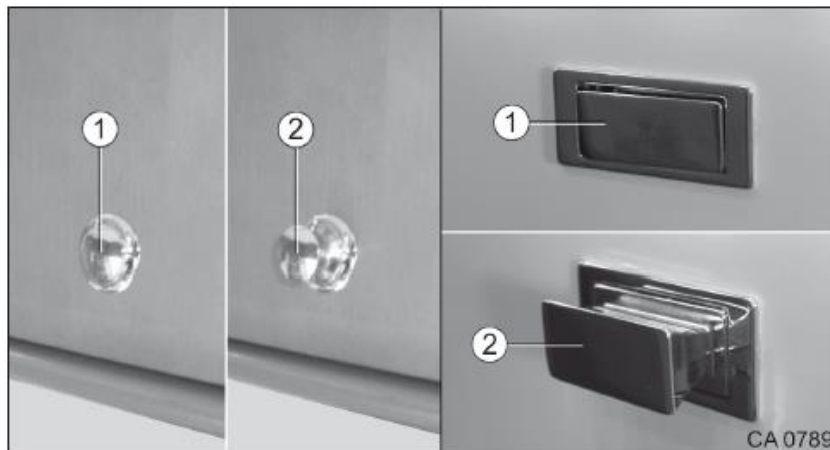

Fig. 96 Fermeture push-lock fermée/ouverte
1. Pousser sur la fermeture push-lock pour l'ouvrir (Fig. 96/2) ou la fermer (Fig. 96/1).